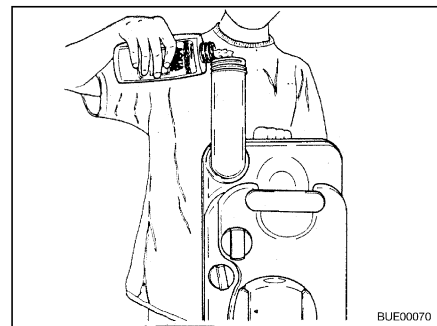

Bild 190 Sanitärflüssigkeit einfüllen
- Angegebene Menge Sanitärflüssigkeit in den Fäkalientank füllen (Bild 190).